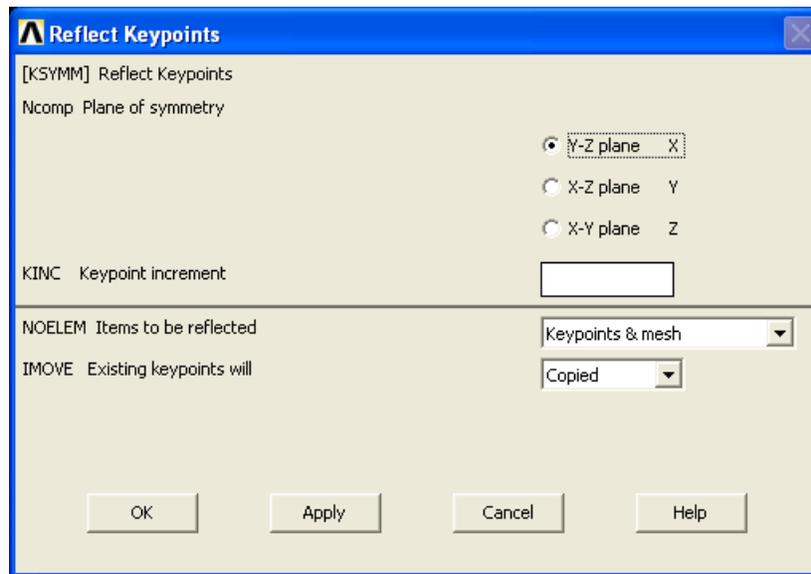

Рисунок 19. Диалоговое окно зеркального отражения ключевых точек:
При использовании данного пункта меню с помощью окна выбора ***Reflect Keypoints*** следует сначала выбрать точки, которые следует зеркально отобразить, и нажать ***OK*** или ***Apply***. После этого появится второе диалоговое окно ***Reflect Keypoints*** (Рисунок 19).
- параметры *Ncomp*, *KINC*, *NOELEM*, *IMOVE* описаны выше (Рисунок 19).